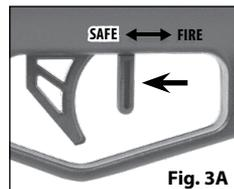

Fig. 3A
2. Die Sicherung ist in der **GESICHERT** (SAFE)-Position, und das Luftgewehr ist **GESICHERT** ("ON SAFE"), wenn sich der Sicherungshebel in der hinteren Position "Gesichert" (Safe) (nahe am Abzug) befindet und sich nicht weiter nach hinten bewegen lässt. (Abb. 3A).